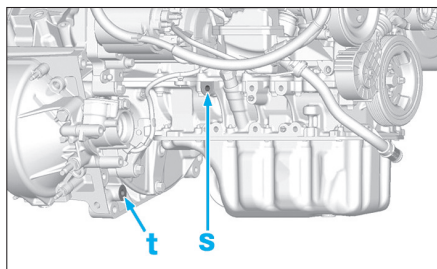

Fig. 82
- Mettre en place l'outil [5] en "t" et l'outil [6] en "s" (Fig.82).